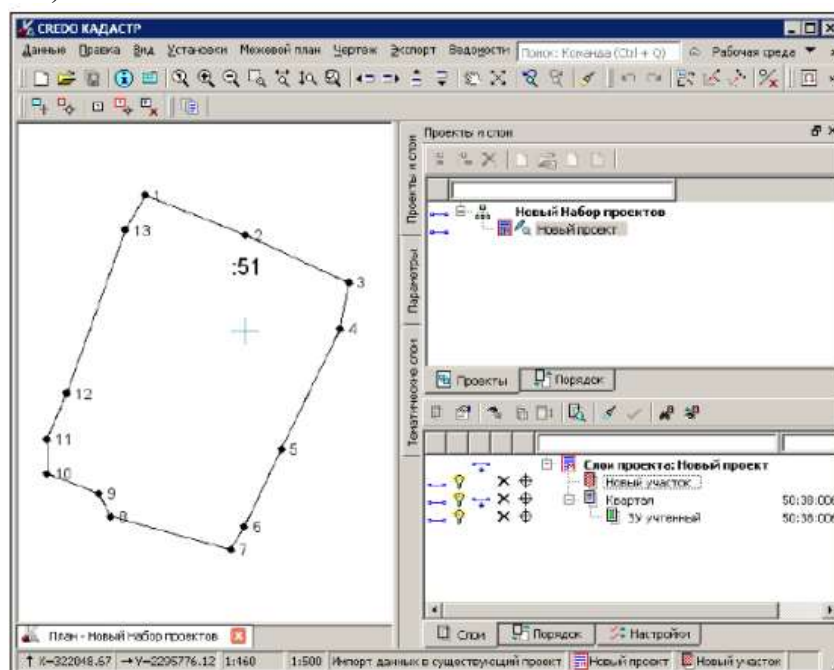

Рисунок 29– Окно параметров
7. Для отображения данных на экране выберите команду **Вид/Показать/Все** <Ctrl+0>. В результате в графическом окне отобразится импортированный участок из KB (рис. 29).